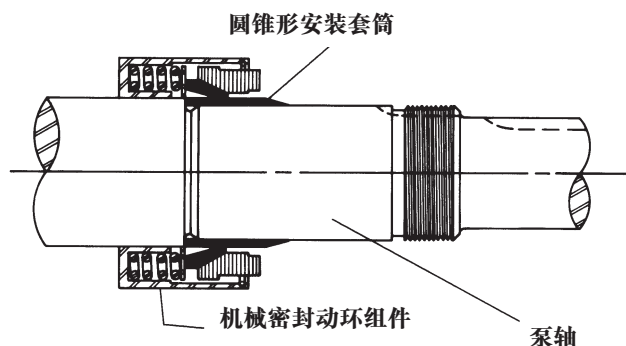

图 10
3. 将圆锥形安装套筒套到轴上。在圆锥形套筒和动环的内表面涂抹足量的轻质润滑油。不推荐使用润滑脂。动环组件穿过圆锥形套筒，装到轴上。参见图 10。